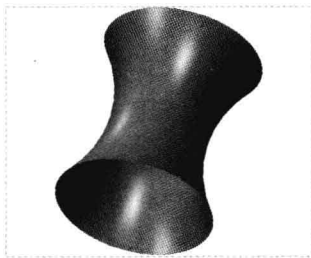

图 9-109 创建边界混合曲面
Step 04 单击“应用并保存在工具中所做的所有更改, 然后关闭工具操控板”按钮, 即可创建边界混合曲面, 如图9-109所示。